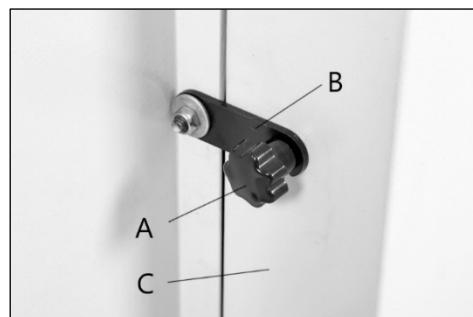
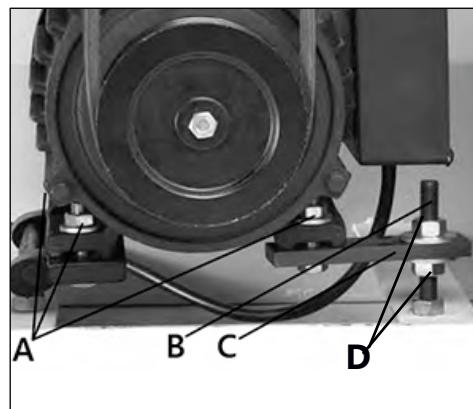

Рисунок 16.
Рисунок 24.
Откройте дверку С шкива ножевого вала (рис. 16). Вращайте ножевой вал, чтобы получить доступ к одному из трех ножей.
Поставьте на место кожух ножевого вала, закройте дверцу С шкива ножевого вала (рис. 16).
- Ослабьте рукоятку А (рис. 16), откройте замок В, откройте дверцу С.
- Чтобы настроить натяжение ремня, ослабьте гайки D (рис. 24), чтобы передвигать основание электродвигателя вверх или вниз до тех пор, пока не получите отклонение в 12 мм, как написано в предыдущем пункте.
Для замены, отключите станок от сети. Откройте дверцу С (рис. 16), ослабьте крепеж В на пластине натяжения С, которая крепит электродвигатель к кронштейну (рис. 24).
Ослабьте крепеж А, который крепит электродвигатель к кронштейну (рис. 24). Передвигайте электродвигатель горизонтально пока шкив ножевого вала не выровняется со шкивом электродвигателя.